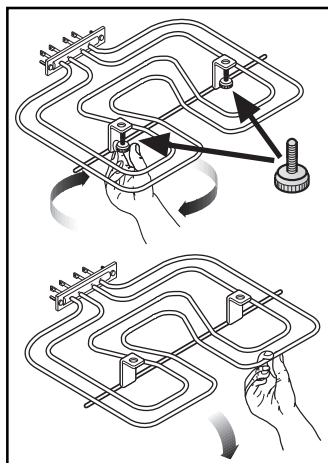

Рис. 32
- Открутите винты крепления гриля (см. Рис. 32). При первом выполнении этой операции мы рекомендуем пользоваться отверткой.